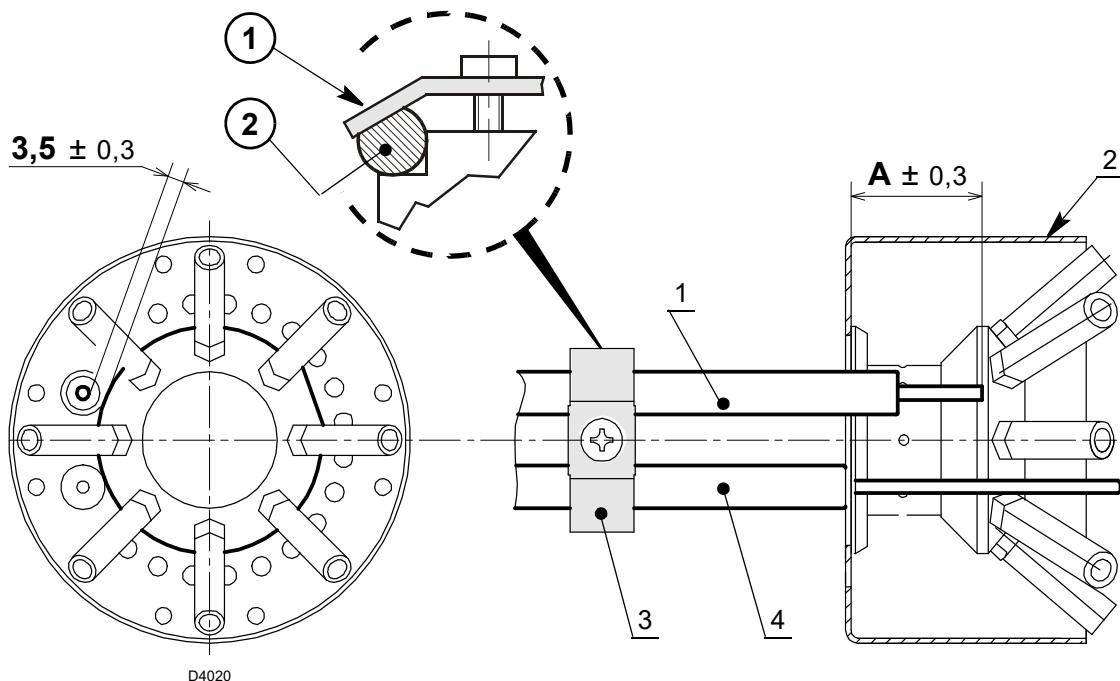

Fig. 13
- S'assurer que la plaque 3) (Fig. 13) est toujours insérée dans la partie aplatie de l'électrode 1).